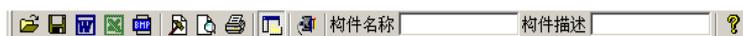

图 4-9 工具栏
- ◆ **工具栏**由一系列按钮组成，如图 4-9 所示，每个按钮可以实现一个常用功能，虽然菜单命令中已经包含了这些命令，但是对于这些常用命令来说，通过工具栏按钮来实现要方便的多。如果将鼠标在某个按钮上稍做停留，屏幕上会自动显示该按钮的功能。当按钮颜色呈置灰状态时表示当前状态下此功能无效。工具栏上分别对应于打开、保存、生成 Word 报告、生成 Excel 报表、保存位图、打印设置、打印预览、打印、显示或隐藏测区列表、数据传输、构件名称、构件描述、关于等功能。其功能与菜单中的有关项的功能相同。